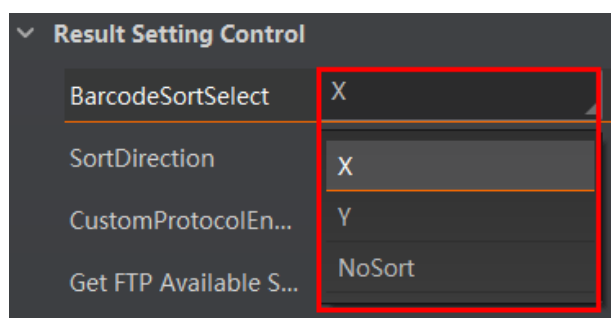

图4-57 条码输出排序依据
2. 在 BarcodeSortSelect 参数中选择条码输出排序依据，可选择 X（按条码位置 X 轴坐标排序）、Y（按条码位置 Y 轴坐标排序）或 NoSort（不排序），如图 4-57 所示。